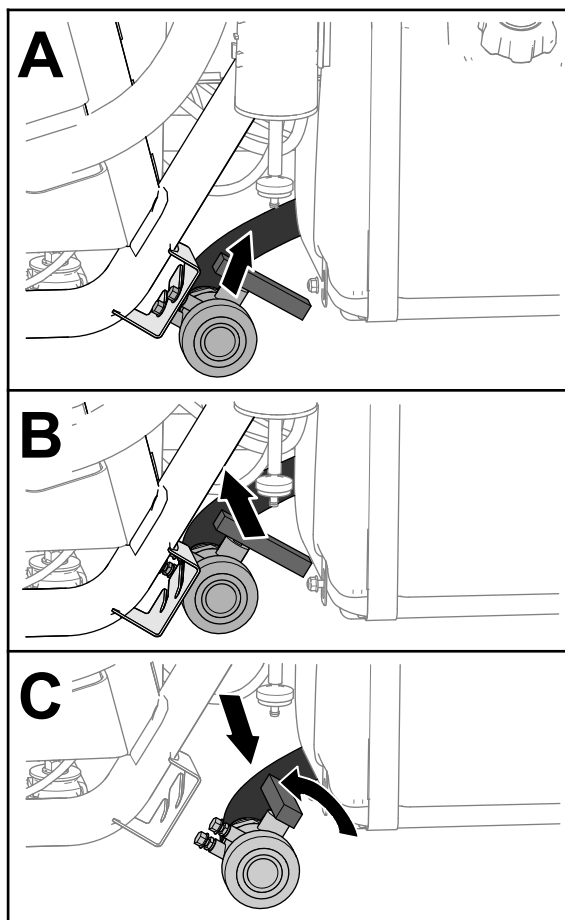

Figure 28
2. Localisez le robinet de vidange de la cuve sur le côté gauche de la machine, devant le réservoir de carburant (Figure 28).
3. Soulevez le robinet et déplacez-le vers l'intérieur jusqu'à ce que les goujons de montage soient dégagés des fentes dans le support, puis déplacez le robinet vers l'arrière (Figure 28).
4. Placez l'extrémité du robinet au-dessus du bac de vidange et tournez la poignée dans le sens antihoraire à la position ouverte (Figure 28).
5. Une fois la cuve complètement vide, tournez la poignée du robinet de vidange à la position fermée et remplacez le robinet sur son support (Figure 28).